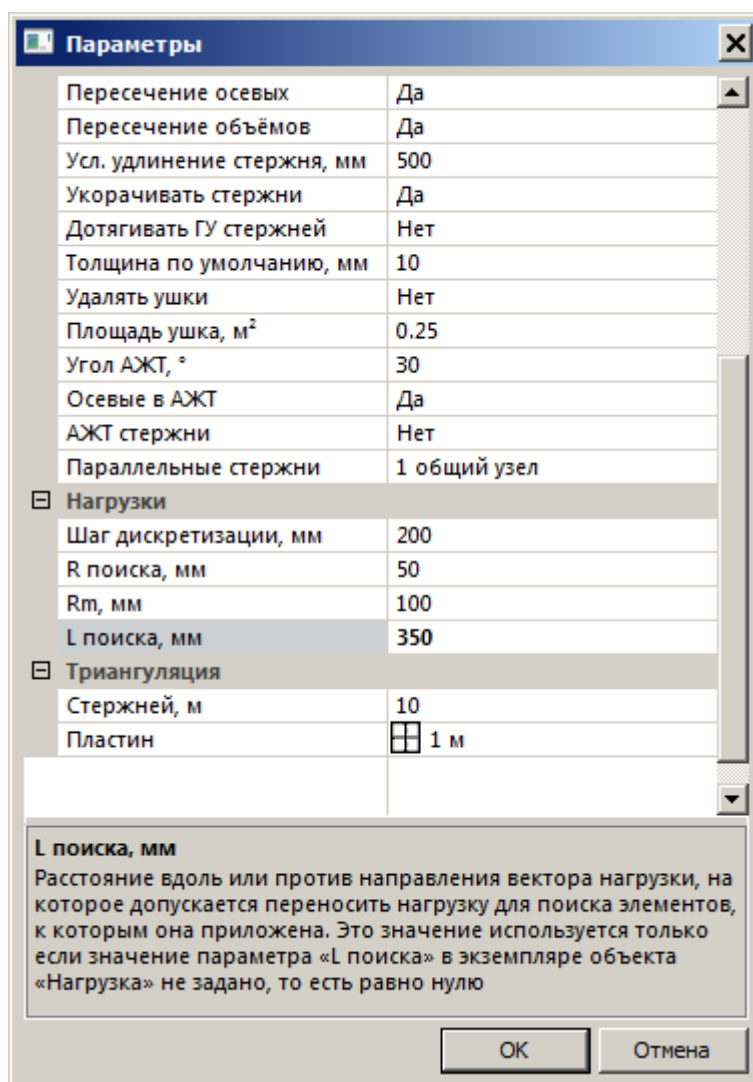

Рис.23.24. Диалоговое окно **Параметры**
- Вызовите диалоговое окно **Параметры** (рис.23.24) щелчком по кнопке  - **Свойства расчетной модели** (панель **Расчетная модель: создание** на вкладке **Аналитика**).